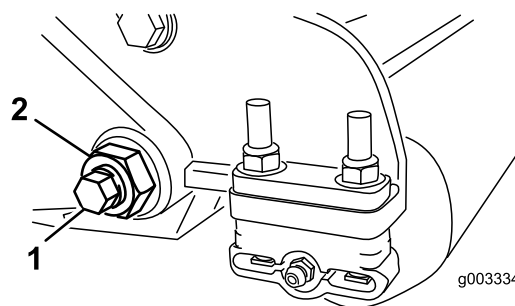
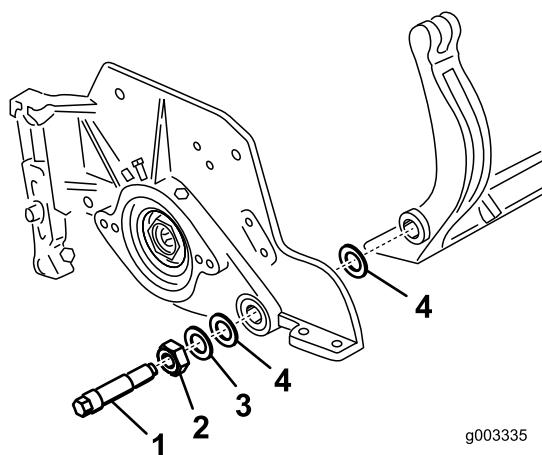

Figura 29
Figura 30
3. En cada lado de la máquina, afloje la contratuerca que fija el perno de la barra de asiento (Figura 29).
4. Retire cada perno de la barra de asiento, para poder tirar de la barra hacia abajo y retirarla de la máquina (Figura 29). Guarde las 2 arandelas de nylon y la arandela de acero troquelado de cada extremo de la barra de asiento (Figura 30).
2. Fije la barra de asiento a cada chapa lateral con los pernos de la barra (con tuercas en los pernos) y las 6 arandelas. Debe colocarse una arandela de nylon en cada lado del saliente de la chapa lateral. Coloque una arandela de acero por fuera de cada arandela de nylon (Figura 30). Apriete los pernos de la barra de asiento a 27-36 N m.
3. Apriete las contratuercas uniformemente en cada lado hasta que no pueda girar las arandelas de acero exteriores a mano. Luego afloje las contratuercas hasta que apenas pueda girar las arandelas de acero exteriores a mano, y toda la holgura haya quedado eliminada de la barra de asiento (Figura 30).
- 9. Sujete la barra de asiento a cada chapa lateral con los pernos de la barra (con tuercas en los pernos) y las 6 arandelas. Debe colocarse una arandela de nylon en cada lado del saliente de la chapa lateral. Coloque una arandela de acero por fuera de cada arandela de nylon (Figura 32). Apriete los pernos de la barra de asiento a 27–36 N m. Apriete las contratuercas hasta que la arandela de acero exterior deje de girar, y la holgura quede eliminada, pero no apriete demasiado ni desvíe las chapas laterales. Las arandelas del interior pueden tener cierta holgura (Figura 30).